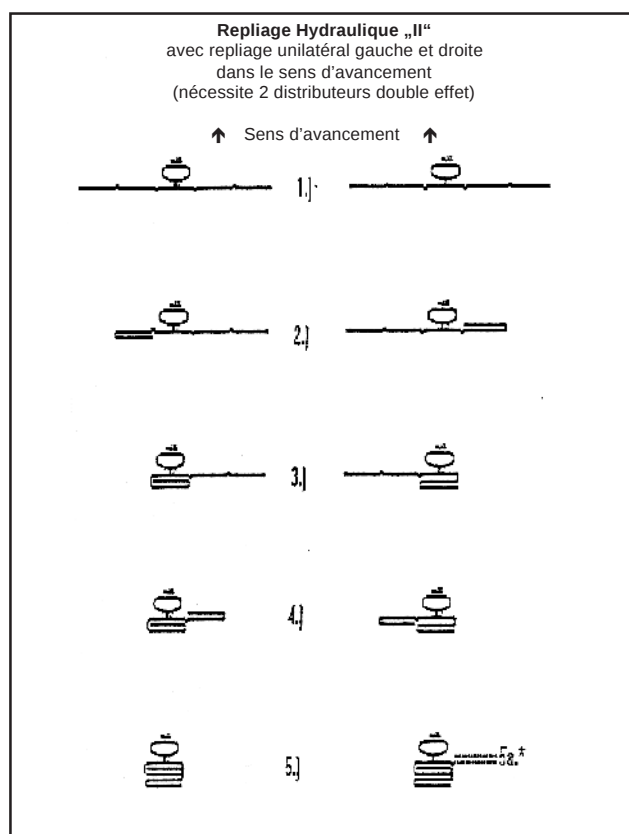

Рис. 10.6
2. **Полностью гидравлический привод штанг “II”** с узлом переключений, возможно одностороннее развертывание слева по ходу движения (рис.10.6) (На тягаче должен быть 1 простой пульт управления и 1 пульт управления с двойным действием).